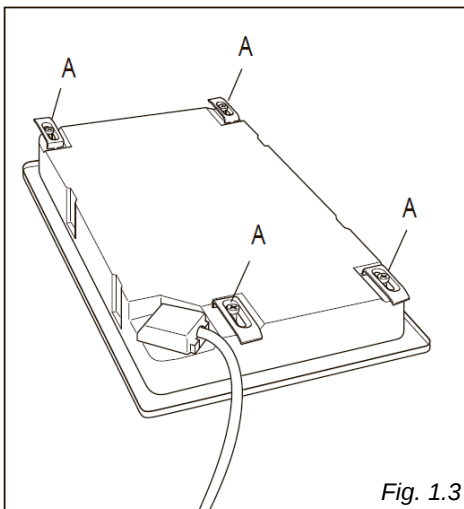
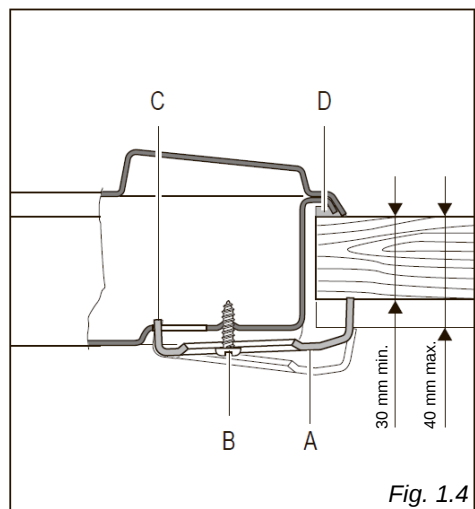

Fig. 1.3
Fig. 1.4
Chaque plaque de cuisson est fournie avec un kit d'installation comprenant des supports et des vis pour fixer le dessus aux panneaux de fixation de 30 à 40 mm d'épaisseur, fig. 1.3, 1.4.
- Retournez la plaque de cuisson et mettez les pattes « **A** » (fig. 1.3) dans les fixations, ne serrez les vis « **B** » que de quelques tours. Assurez-vous que les pattes sont correctement montées comme indiqué sur la figure 1.4. Tournez les pattes de façon à ce que la plaque de cuisson puisse être mise dans le trou.